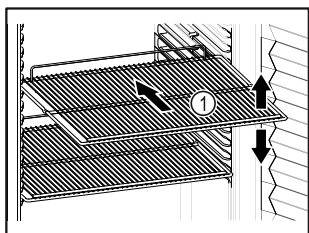

Fig. 56
- Pokud jsou odstavné rošty Fig. 56 (1) přemístitelné, přizpůsobte je vždy na danou výšku.